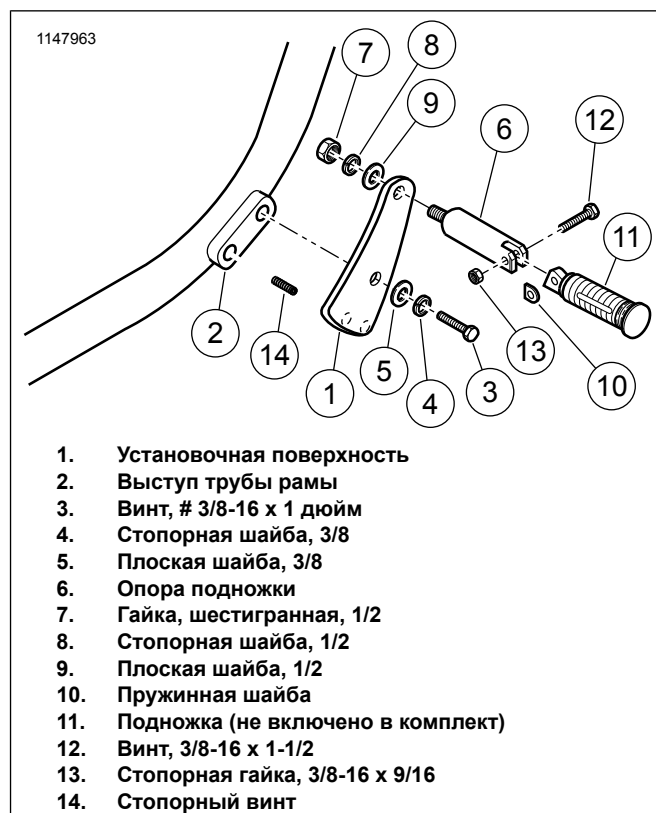

Рисунок 1. Установка подножки и монтажного комплекта подножки (правая сторона транспортного средства)
1. См. Рисунок 1. Установите стопорный винт (14) в нижнее отверстие на выступе трубы рамы (2), оставив 0,2 дюйма (5 мм) винта (или три витка резьбы) открытыми.
2. Поместите монтажную пластину шоссейной подножки (1) в нужное положение. Для расположения подножки на более низком уровне поместите нижнее скрытое отверстие в монтажной пластине над стопорным винтом. Для расположения подножки на более высоком уровне поместите верхнее скрытое отверстие в монтажной пластине над стопорным винтом. Прикрепите монтажную пластину к выступу трубы рамы, используя винт длиной 1 дюйм (2,5 см), (3), стопорную шайбу (4) и плоскую шайбу (5) из комплекта. Затяните.